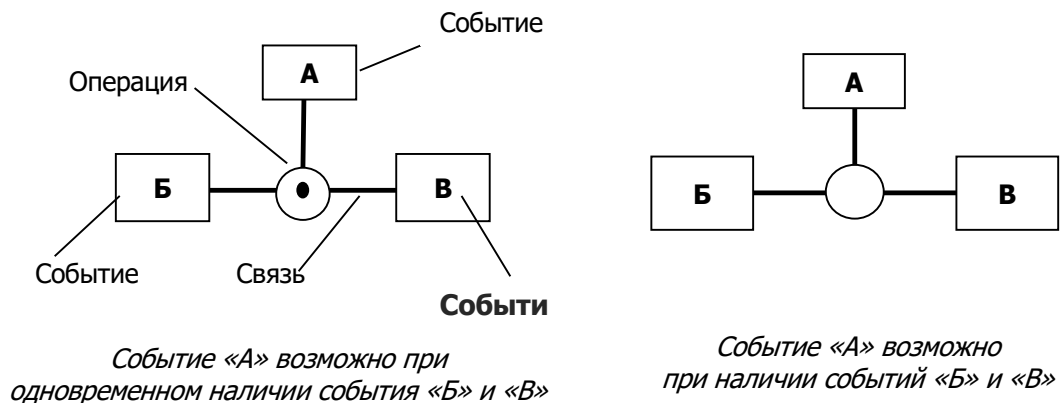

Рис. 1.2. Виды «деревьев событий причин и опасностей»
- символы связи (—) (рис. 1.2).